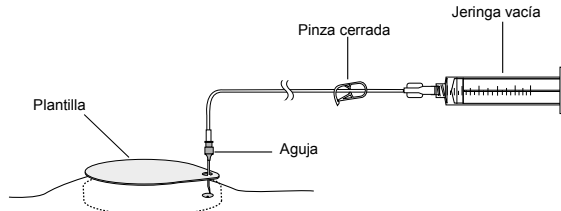

Figura 10. Cierre la pinza e inserte la aguja en el portal de acceso al catéter.
1. Utilizando procedimientos estériles, acople la aguja, el tubo de extensión y la jeringa vacía (Figura 10).
2. Cierre la pinza e inserte suavemente la aguja en el septo del portal de acceso al catéter hasta que la aguja alcance el tope (Figura 10).